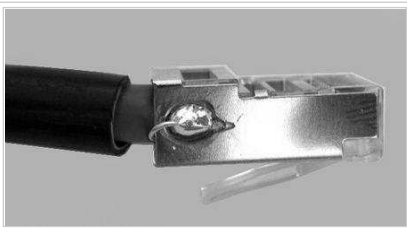

Fig. 4 Terminación de ficha blindada - FTP
- En caso de utilizar ficha con blindaje metálico el conductor de tierra deberá soldarse con una gota de estaño a la parte de atrás de uno de los laterales de la ficha (Fig. 4).